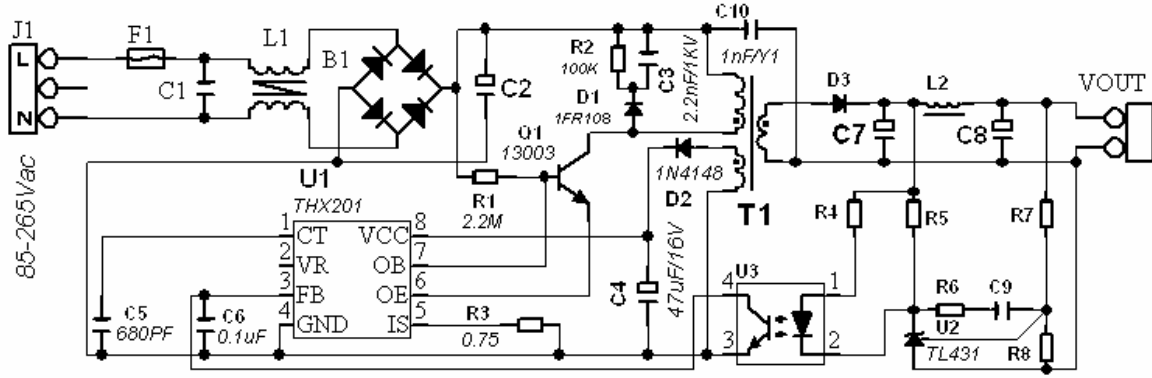

图 3、18W 开关电源
- 电源启动电流选择 0.5-3mA，功率管的放大倍数可按 10 计算，则启动电阻（如图 3、图 4 的 R1）选择应保证电源启动时功率管基极电流为 0.05-0.3mA，因此，可 10 倍减少启动电阻的功耗，降低了待机功耗；
- 图 3、图 4 中 C5=680pF，最高工作频率约 60KHz；
- 开关变压器（图 3、图 4 的 T1），参考绕组整流输出 4.8-9V（推荐 6V）为 THX201 提供工作电源；
- 电源功率管选择：如最大峰值电流 0.8A，考虑 OB 开电流则功率管 β 值应达 10@5Vce@0.8A，对应检测电阻（图 3、图 4 的 R3）为 0.75 欧姆；任意电流情况下，功率管应工作在饱和区，检测电阻为 0.6V/最大峰值电流；
- 例一（图 3），18W 开关电源，输出电压由 R6、R7 分压比决定，但需考虑开关变压器 T1 变比。